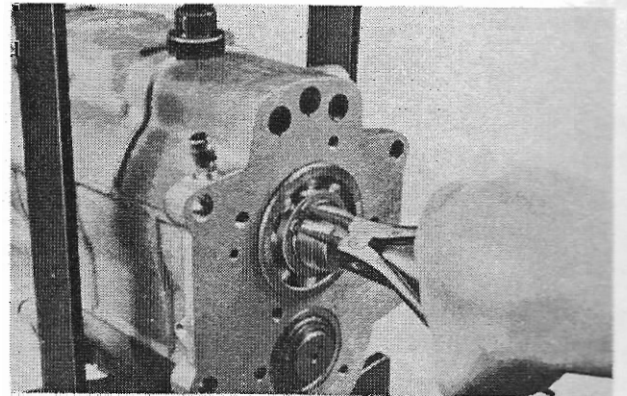
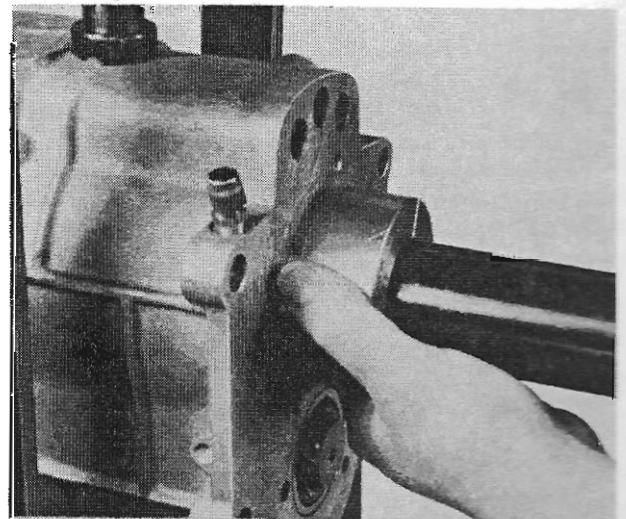

Abb. 7
Abb. 8
6. Sprengring (203) aus der Nut des Kugellagers (204) und Seegerring (201) aus der Nut der Antriebswelle (205) ausfedern (Abb. 7). Kugellager (204) mit Spezial-Werkzeug ·7· und ·8· abziehen (Abb. 8).